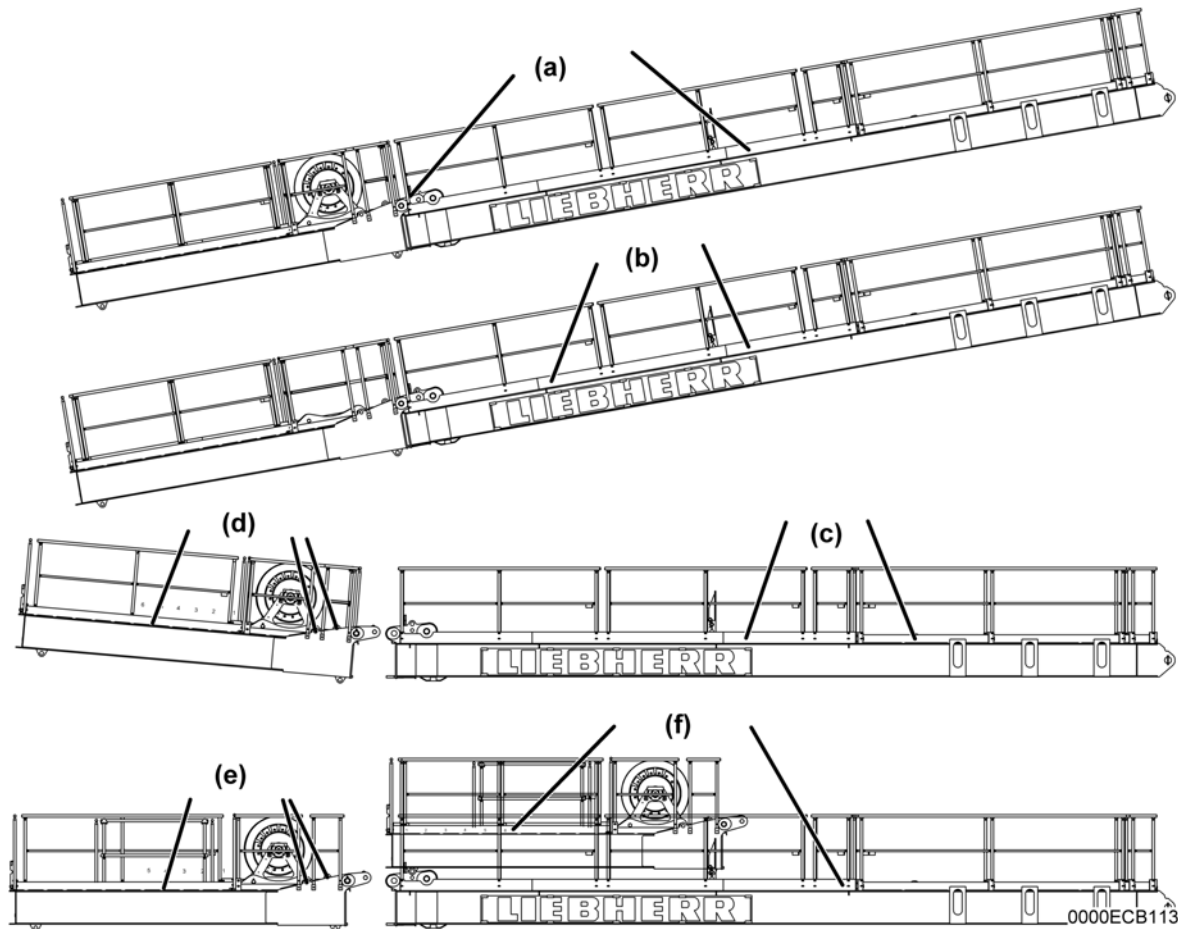

Fig. 6-83 Anschlagpunkte für den Gegenausleger
- ▶ Bolzen (a) am Gegenausleger (c) reinigen und fetten. (1)
- ▶ Montagekette (e) mit Schäkeln (f) am Gegenausleger (c) entsprechend Ausführung einhängen und sichern. Weitere Informationen zu Anschlagpunkten bei anderen Montagesituationen siehe: Fig. 6-83. (2)